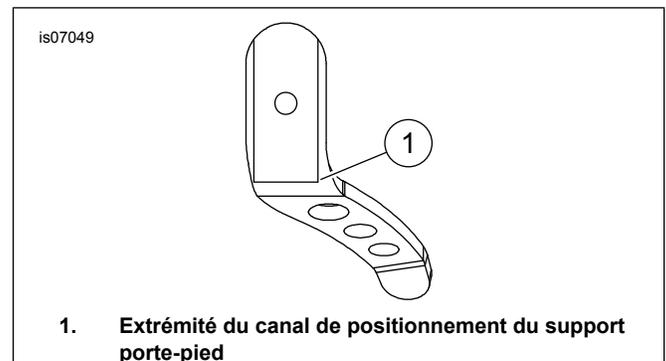
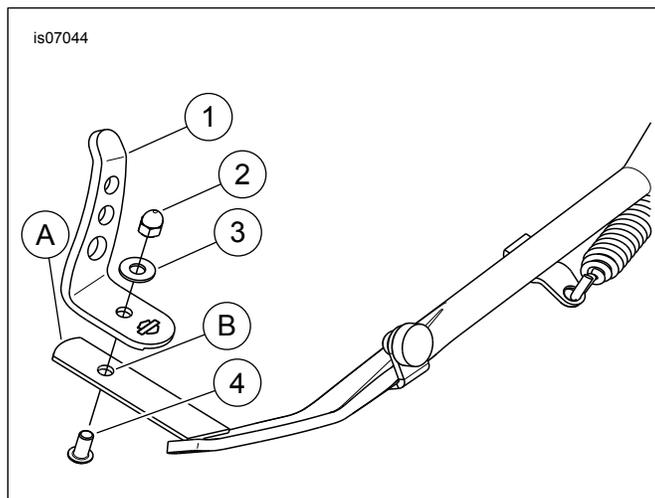

Figure 1. Canal de positionnement du support porte-pied
Figure 2. Pièces de rechange : Extension de béquille latérale
Voir Figure 2 et Tableau 1 .
1. Voir Figure 1 . Aligner l'extrémité du canal d'alignement (1) de l'extension (1, Figure 2) sur l'extrémité du support porte-pied (A, Figure 2) en haut de la béquille latérale.
3. Percer le trou de montage de l'extension de béquille latérale (B) dans le support porte-pied de la béquille latérale comme suit :
4. Voir Figure 2 . **Kit 50000023** : appliquer une petite quantité de frein-filet sur les filetages de la vis (4).
5. Placer l'extension (1) sur le support porte-pied (A) de la béquille latérale.
6. Figure 2 Fixer l'extension (1) au support porte-pied (A) avec la vis (4), la rondelle (3) et l'écrou borgne (2). Serrer.